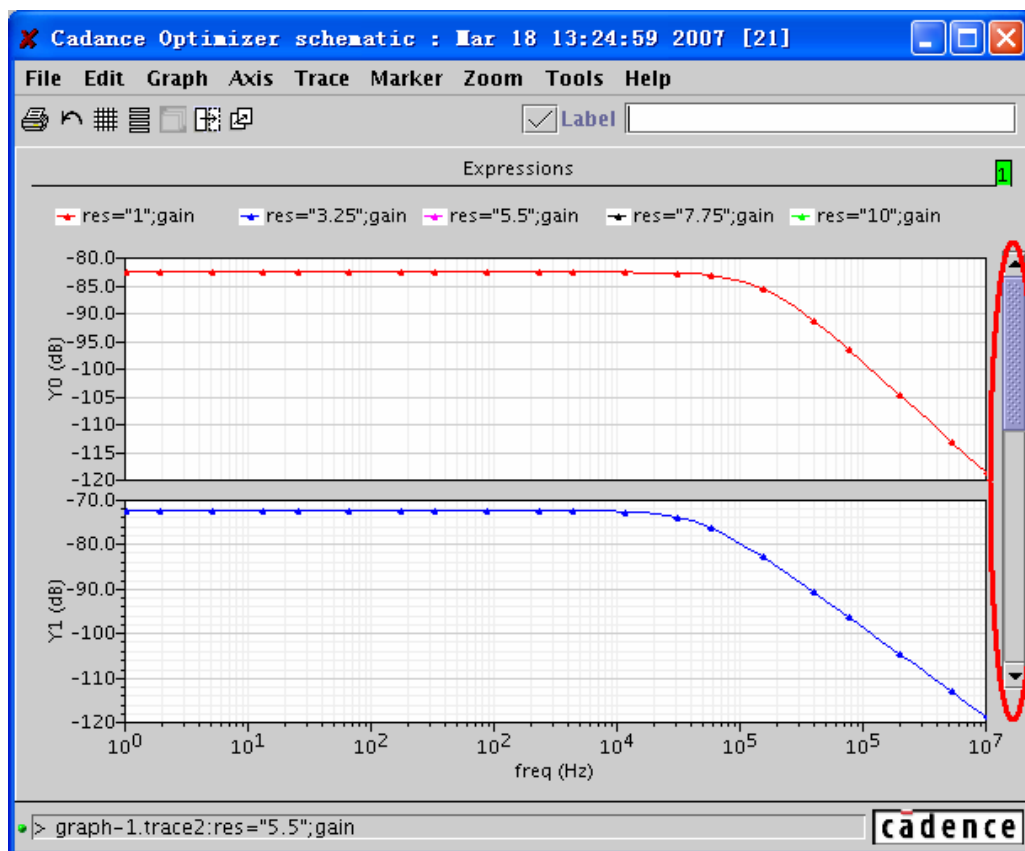

图 12.19 当分栏数大于最大可以显示的行数时出现一个滚动条
- 3) 在“Strip Chart Visible Rows”中填入图表中分栏显示时，可以看见的行数。当分栏数大于最大可以显示的行数时，会出现一个滚动条，从而选择显示波形，如图 12.19 所示。